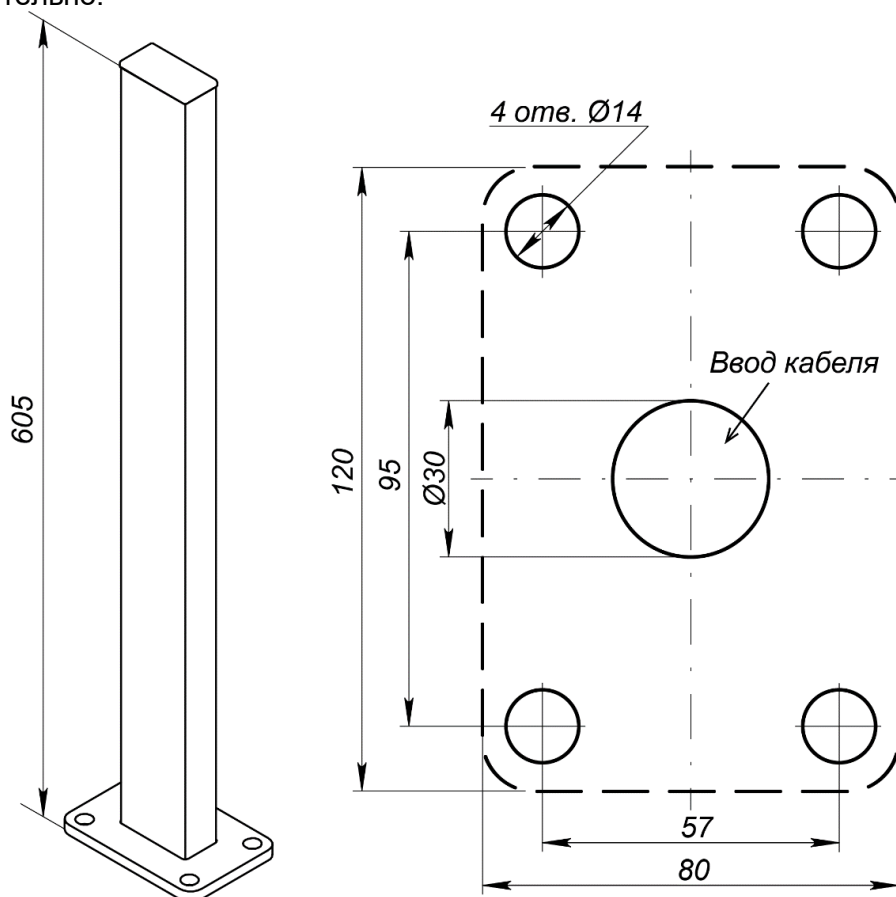

Рисунок 22. Внешний вид и схема разметки отверстий для установки стойки для фотоэлемента безопасности *PERCo-GDS1*
Фотоэлемент безопасности может устанавливаться на стойке *PERCo-GDS1* (входит в дополнительный комплект поставки) (см. рис. 22).
2. Выполните в установочной поверхности отверстия под гильзы анкеров в соответствии со схемой разметки (см. рис. 22), а также штробы для проводов питания и соединения при необходимости. Размер отверстий на схеме указан для анкеров типа PFG IN8